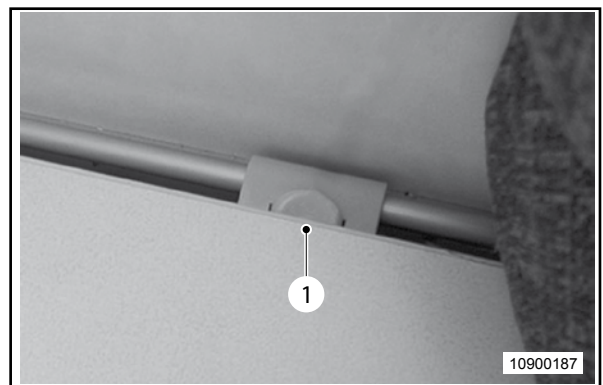

Abb. 11 Arretierknopf Tischaufhängung
1. Beide Arretierknöpfe (Abb. 11, Pos. 1) drücken und den Einhängetisch aus oberer Führungsschiene aushängen.